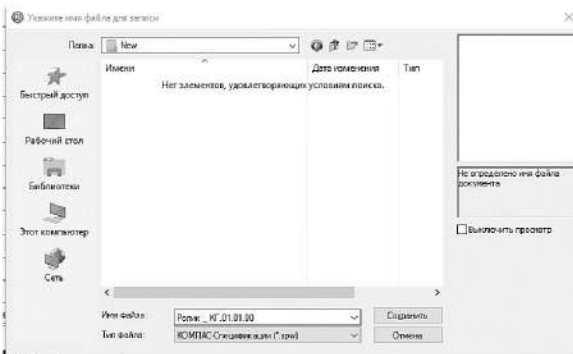

Рисунок 4.47. Сохранение спецификации
3.1.12 Сохраните спецификацию в папке проекта указав имя (например, Ролик_KG.01.01.00) (рисунок 4.47).